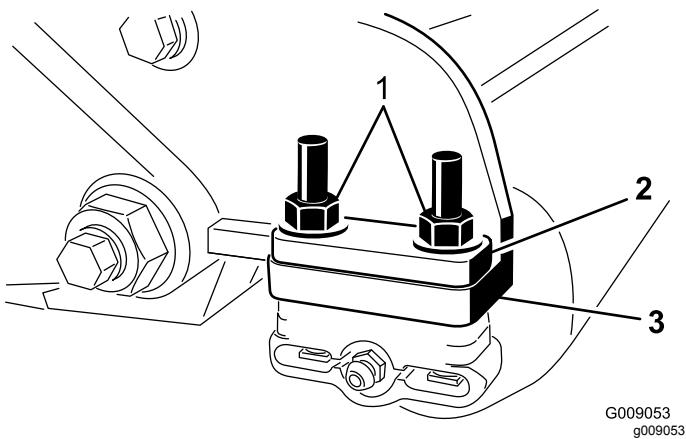

Figura 7
6. Retire las 2 contratuerca con arandela prensada que sujetan cada soporte de rodillo a las chapas laterales (Figura 7). No retire los pernos. **Retire también cualquier espaciador de 6 mm de la parte superior de la brida de montaje de la chapa lateral.**